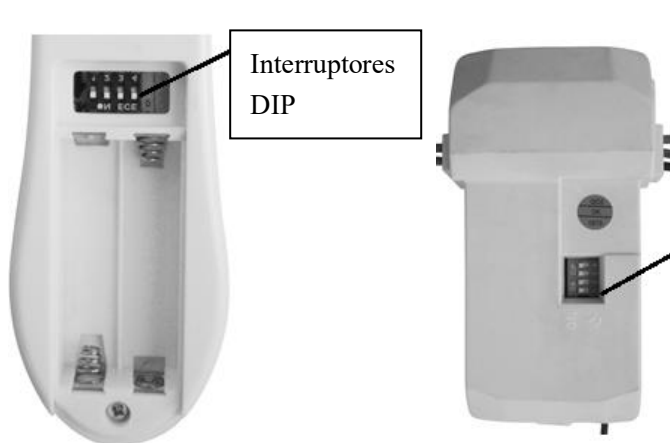

Fig. 11 Compartimiento de las pilas del mando a distancia
- El mando a distancia funciona con 2 pilas tamaño AAA de 1,5 V. Retire la tapa del compartimiento de las pilas ubicada en la parte posterior del mando de distancia e inserte 2 pilas de tipo AAA. Asegúrese de que el sentido de la polaridad sea el indicado en el compartimiento de la batería. **(Fig. 11)** (Pilas no incluidas).